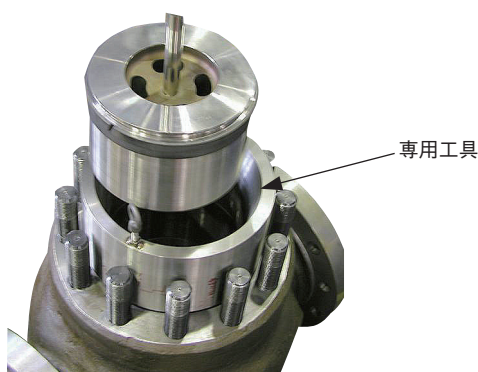

図4-6
- 【5】 バルブプラグを専用工具を使用してケージに組み付けてください。(図4-6参照) ケージに対し均一な荷重でプラグを押し込み、プラグ先端がケージ(下)シート部にメタルタッチするまで押し込んでください。